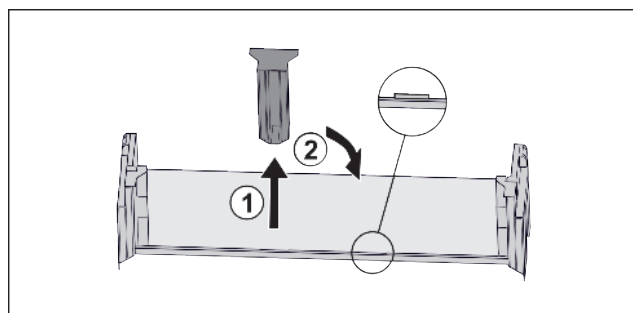

Fig. 16
- ▶ Stáhněte prostřední přídržný díl Fig. 16 (1).
- ▶ Vložte prostřední přídržný díl do druhé polohy Fig. 16 (2).